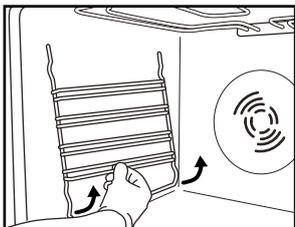

Fig.3
1. Retire as grelhas de suporte lateral para acessórios (Fig. 3).